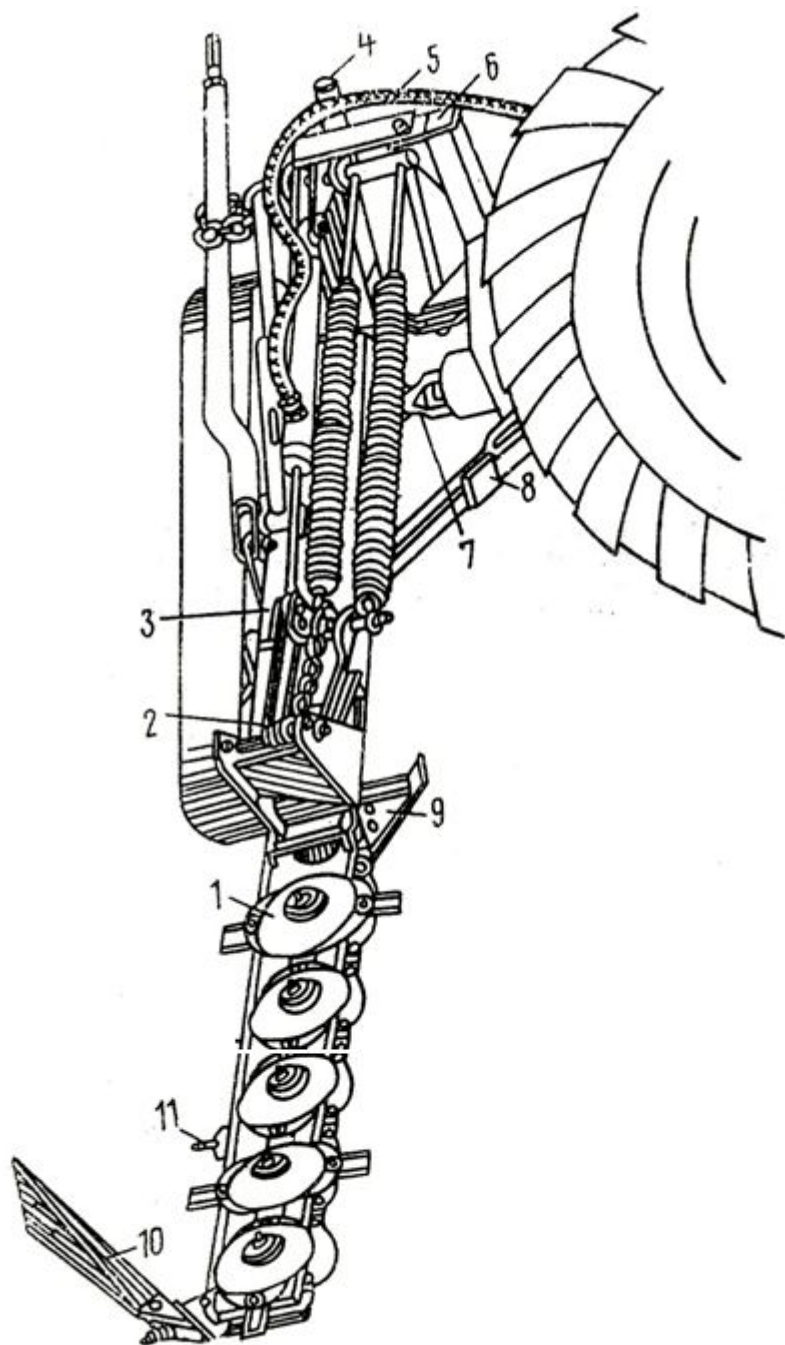

Рис.1 Общий вид косилки
3.1. Косилка ротационная (рис.1 и 2) состоит из: рамы навески - 6; подрамника - 3; механизма уравнивания - 2; режущего аппарата - 1; полевого делителя - 10; тягового предохранителя - 8; механизмов привода - 7; стойки - 4; гидрооборудования - 5.